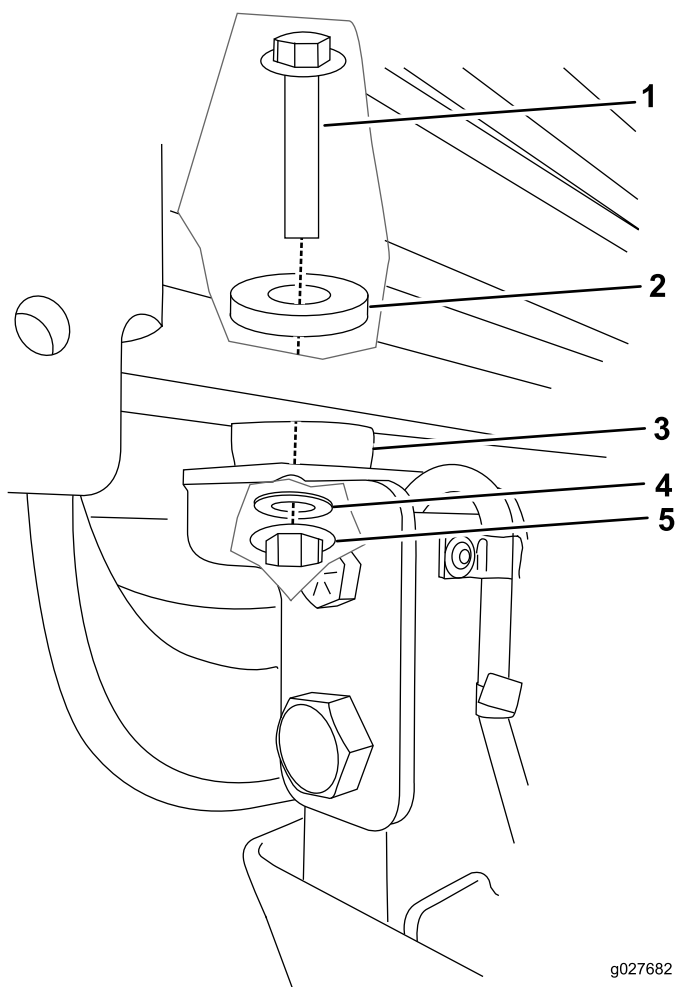

Figura 66
7. Em cada ponto de montagem, fixe a cabina à máquina com um parafuso (1/2 x 3 pol.), anilha de aço, anilha de borracha e porca (1/2 pol.) (Figura 66).